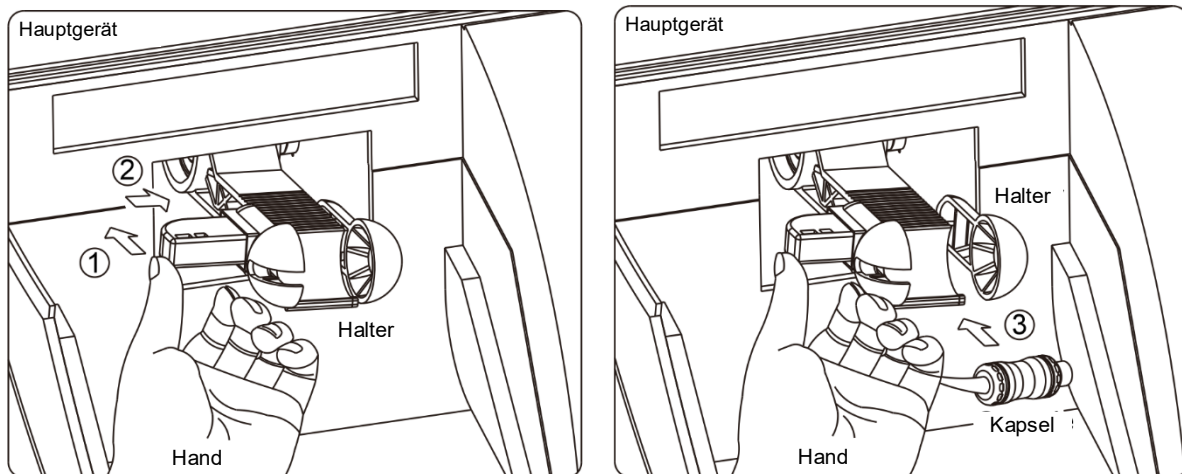

Abb. 3
- 4) Öffnen Sie die transparente Schutzabdeckung und befestigen Sie die Kapsel auf dem Halter des Mixers, dann schließen Sie die Abdeckung, Wie in Abb. 3 gezeigt.